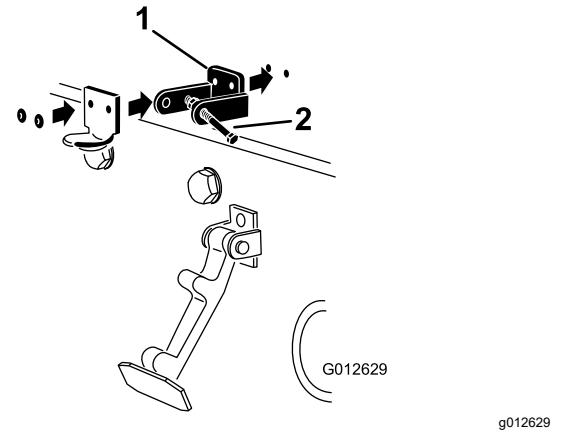

Figura 4
4. Alinhe os furos no suporte do trinco CE e no suporte de trinco do capot com os furos no capot (Figura 4).
6. Aplique rebites nos suportes e nas anilhas ao capot (Figura 4).